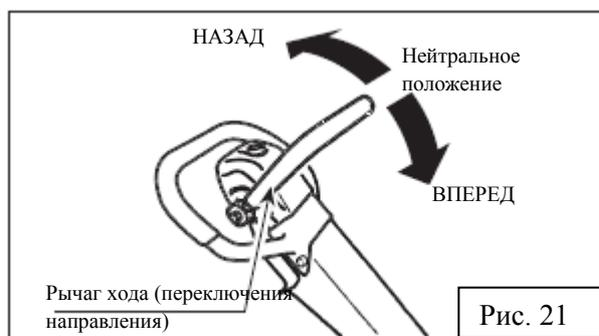

Рис. 21
2. Выбор направления движения виброплиты осуществляется с помощью рычага хода. Переместите его вперед для перемещения вперед и назад для включения обратного хода. Если рычаг находится в нейтральном положении, машина остается неподвижной (рис. 21).